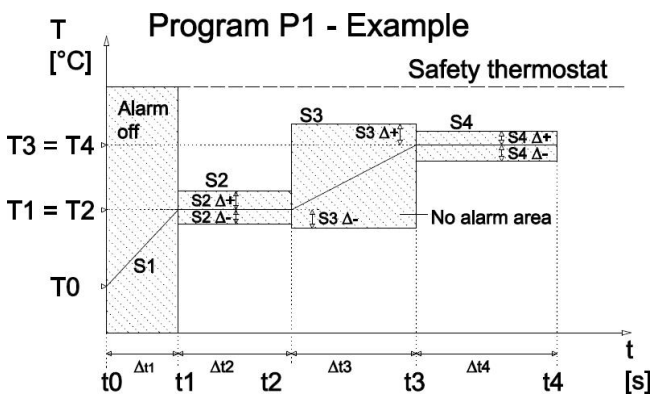

Рис. 45
В памяти устройства можно сохранить 100 программ. При этом, каждая программа может быть разделена 100 произвольно настраиваемых сегментов. На рис. 45 показан пример программы P1, состоящей из четырех сегментов S1-S4. Каждый сегмент однозначно определяется его продолжительностью и температурой, которые должны быть достигнуты в данном сегменте. Например, первый сегмент S1 имеет заданное время t1 и конечную температуру T1 (т. е. требуется разгон до температуры T1 за время t1). Сегмент S2 имеет конечную температуру, равную сегменту S1, и поэтому является горизонтальным.
Следующим шагом является установка отдельных сегментов программы. На рис. 45 показан пример программы регулирования температуры P1, состоящей из шести сегментов S1-S4. Каждый сегмент определяется своим временем и значением температуры, которое в определенный момент времени должно быть достигнуто.
- В горизонтальном сегменте его целевое значение совпадает с целевым значением предыдущего сегмента. Например, сегмент S2 (рис. 45) имеет требуемую температуру, аналогичную предыдущему сегменту (S1), поэтому он является горизонтальным.
- (1) Контролируемая величина
- (2) Установка контролируемых пределов
- См. рис. 45
- (3) Поведение устройства при сигнале тревоги: